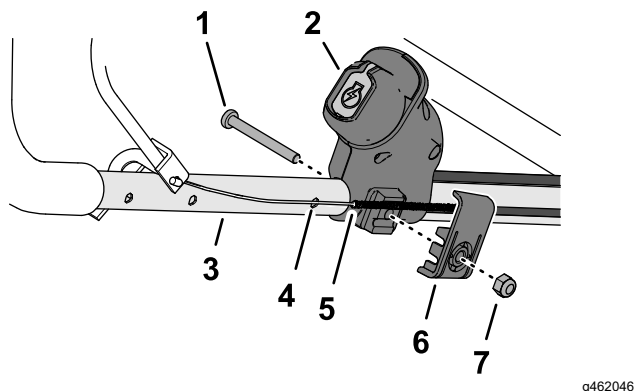

Рисунок 12
1. Встановіть перемикач електричного запуску на руків'я, як показано на зображенні (Рисунок 12).